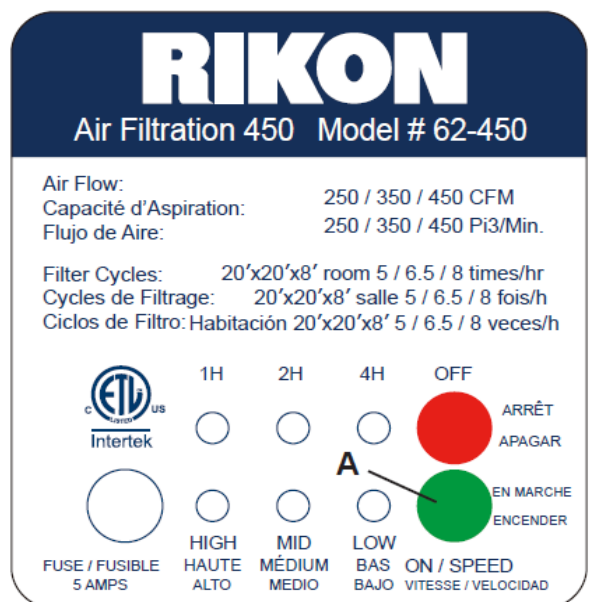
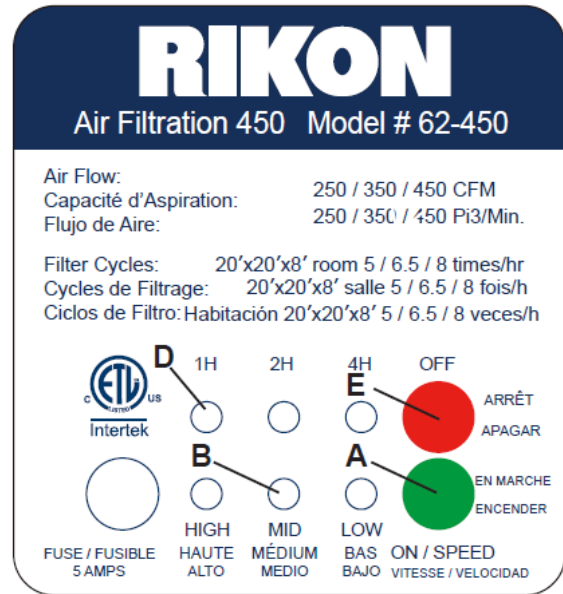
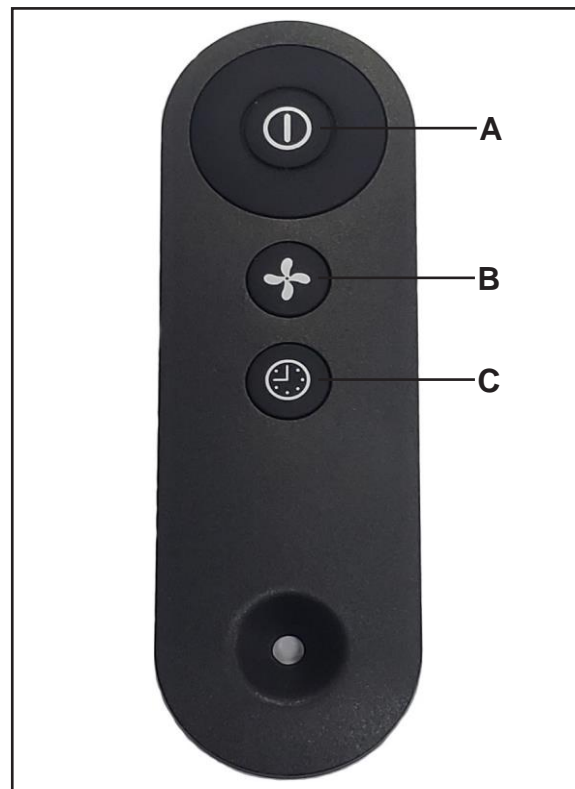

Fig.07
Fig.08
Fig.09
Encienda el filtro de aire y el ajuste de velocidad (Fig.07 y Fig.08)
Ajuste del Temporizador (Fig.08 y Fig.09)
1. Pulse el botón HORA (C) del mando a distancia (Fig.09) para iniciar el temporizador.
2. Pulse de nuevo el botón HORA (C) del mando a distancia para ajustar la duración de la operación. Los LED (D-Fig.08) en el panel de control indican la cantidad de tiempo seleccionado - 1 hora, 2 horas, 4 horas. Pulse una hora para borrar el temporizador.
Para desactivar el filtro de aire, pulse el botón OFF (E-Fig.08) del panel de control o (A-Fig.09) del mando a distancia.
Control Remoto (Fig.09)
El sistema de filtración de aire también se puede utilizar con el mando a distancia por infrarrojos suministrado. El receptor infrarrojo se encuentra en el panel de control principal. El mando a distancia tiene las mismas funciones que el panel de control principal anterior en la Fig.08. Sin embargo; el temporizador se puede ajustar SOLAMENTE con el mando a distancia. Fig. 09, (C).